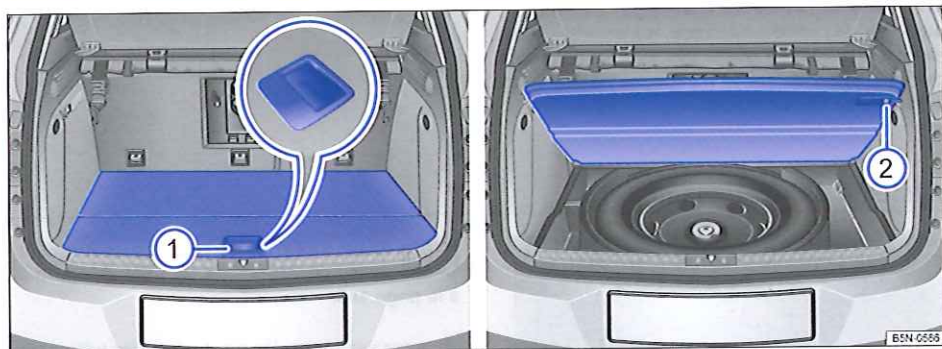

Fig. 104 Dans le coffre à bagages : ouverture et fixation du plancher modulable de coffre à bagages.
- Pour *ouvrir* le plancher de coffre à bagages, saisissez la poignée → fig. 104 ① et relevez entièrement le plancher de coffre à bagages.
- Pour le *fixer*, poussez la goupille d'arrêt ② vers la droite.
- Pour *fermer* le plancher de coffre à bagages, poussez la goupille d'arrêt ② vers la gauche et abaissez le plancher de coffre à bagages.
Un support en mousse avec roue d'urgence → fig. 104 ou un système de rangement → fig. 106 peut se trouver sous le plancher modulable de coffre à bagages. Pour la dépose, retirez si nécessaire la roue d'urgence → page 360 et soulevez le support en mousse ou le système de rangement pour l'extraire du coffre à bagages.